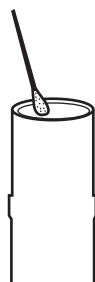

Figura 2
2. Humedezca un hisopo con 70 % de etanol y limpie la superficie exterior y la superficie de colocación interior del filtro del cono de puntas (consulte la Figura 2).